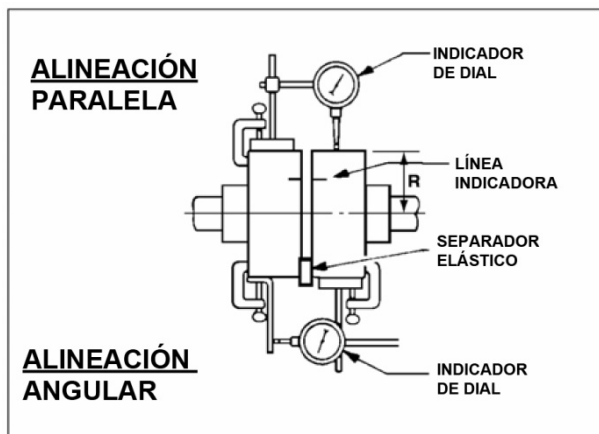

FIGURA 7B – VERIFICACIÓN DE LA ALINEACIÓN (MÉTODO 2)
(Consulte la Figura 7B)
- Marque líneas indicadoras en las mitades de los acopladores como se muestra en la Figura 7B.
- Para el acoplamiento de elementos individuales, una desalineación paralela satisfactoria es 0,004" (lectura total del indicador), mientras que una desalineación angular satisfactoria es 0,004" (lectura total del indicador) por pulgada de radio R (consulte la Figura 7B).